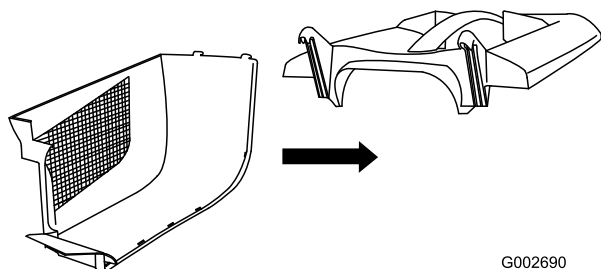

Figura 7
1. Acople el lateral, introduciendo las pestañas en las ranuras de la parte superior (Figura 7).